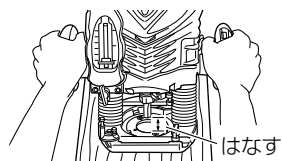

図 12
- (1) スイッチを入れるときは、ビットを材料からはなした状態で入れてください。また、最大回転速度に達するまで、作業を行わないでください。(図 12)